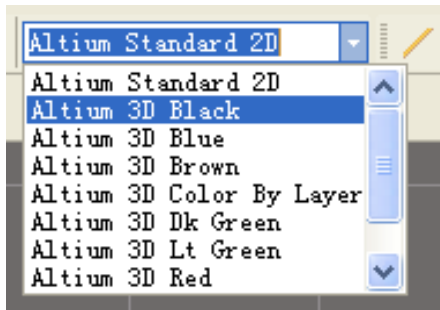

图5-25 二维、三维模型显示的选择
- 设计者可以随时按3键进入3D显示模式（也可以在工具栏如图5-25处选择Altium 3D *，‘*’代表各种颜色）以查看三维模型。如果不能看到三维模型，可以按L键打开View Configurations对话框，找到3D Bodies，在Show Simple 3D Bodies处，选择Use System Setting如图5-26所示，即可显示三维模型。按2键可以切换到2D模式（也可以在工具栏如图5-25处选择Altium Stanfard 2D以查看二维模型）。